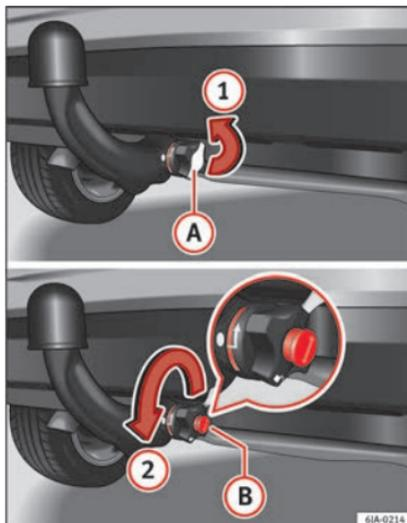

Fig. 201 Retirez le cache de la serrure/ouvrez la serrure avec la clé.
- Placez le cache **(A)** qui protège la serrure de la molette dans le sens de la flèche **(1)** » » fig. 201.